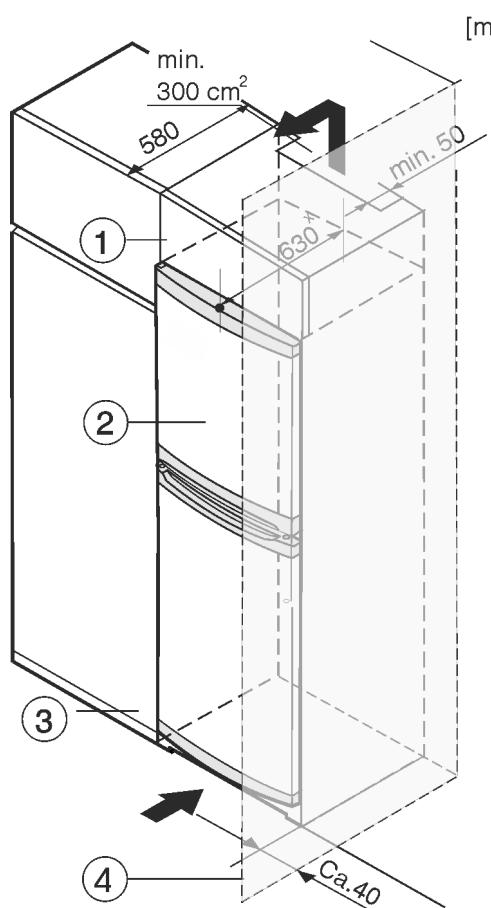

Fig. 8
- (1) Дополнительный шкафчик
- (2) Устройство
- (3) Кухонный шкаф
- (4) Стена
Устройство может быть окружено кухонными шкафами. Чтобы уравнять устройство Fig. 8 (2) по высоте с кухонной стенкой, можно установить над устройством дополнительный шкафчик Fig. 8 (1).
При комбинировании с кухонными шкафами (глубина макс. 580 мм) устройство можно установить непосредственно рядом с кухонным шкафом Fig. 8 (3). Устройство выступает сбоку на 34 мм и по центру на 50 мм относительно передней стенки кухонного шкафа.
Если устройство установлено на шарнирах у стены Fig. 8 (4), то расстояние между устройством и стеной должно быть не менее 40 мм. Настолько выступает ручка при открытой дверце.